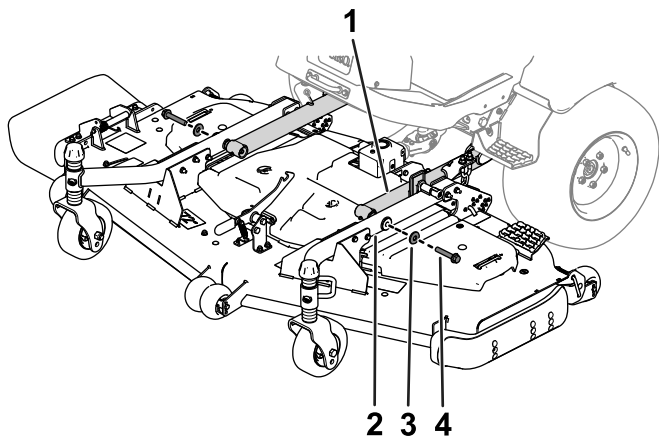

图 4
7. 用 2 个六角头螺栓和 2 个垫圈将脚轮臂固定到提升臂 图 4。